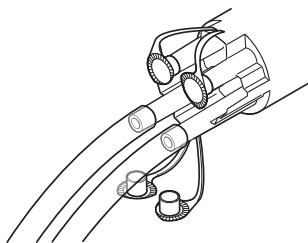

图 4 将抽吸管连接到多通道接头上
3. 将抽吸管连接到多通道接头端口(图 4)。根据需要, 使用5/16英寸(7.9 mm)内径抽吸管, 或使用带5/16英寸(7.9 mm)内径转接头的1/4英寸(6.4 mm)内径抽吸管。